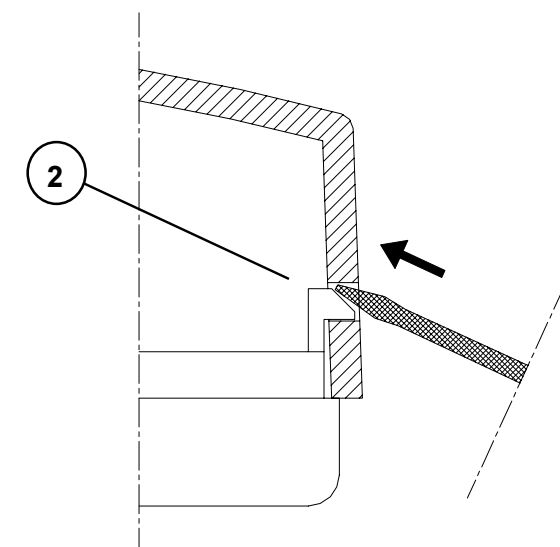

Fig. 2: Rimozione calotta.
Posizionare la calotta sulla base facendo attenzione che i fori siano nella direzione dei led e premere moderatamente fino allo scattare dei quattro dentini plastici (2) Fig. 2.